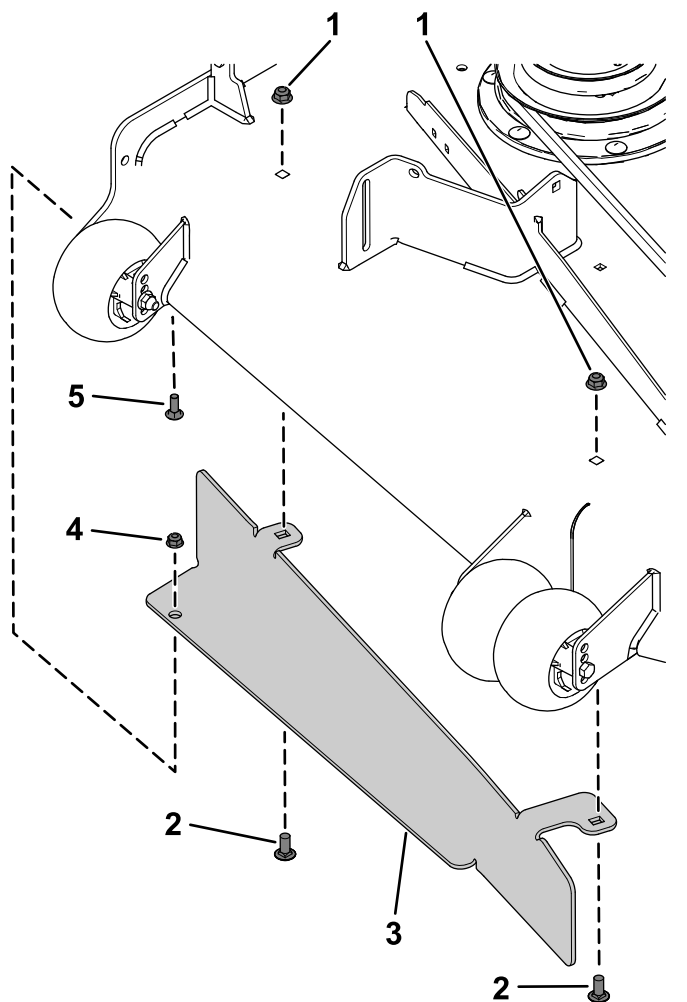

Figura 24
2. Instale o abafador utilizando o parafuso de carroçaria (5/16 pol. x 3/8 pol.), porca flangeada (5/16 pol.), dois parafusos de carroçaria (3/8 pol. x 7/8 pol.) e duas porcas flangeadas (3/8 pol.), como se mostra na Figura 24.